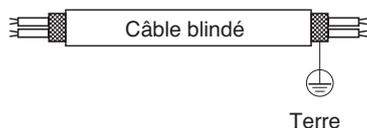

Fig. 6-3
- Utilisez des câbles blindés pour le raccordement de la télécommande et mettez le blindage à la terre d'un côté. (Fig. 6-3) Dans le cas contraire, les parasites risquent d'empêcher l'appareil de fonctionner correctement.